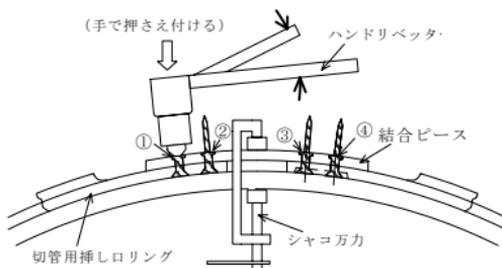

図 51 リベットの取り付け方法
- (6) 切管用挿し口リングを挿し口より取り外し、(5) でケガいた箇所ドリルで貫通穴をあける。
- (7) 挿し口溝部および切管用挿し口リングに砂などが付着していないか確認し再度、切管用挿し口リングを手順(2)、(3)の順番で挿し口溝に入れて挿し口に密着させる。
- (8) 結合ピースを挿し口リングに当て、リベットを穴に入れた後、シャコ万力で固定し、ハンドリベッタを使って①、④、②、③の順番でリベット止めを行う。このとき、リベットをハンドリベッタで押さえつけながらレバーを一度で絞らずに、数回に分けて絞る。(図 51 参照)。